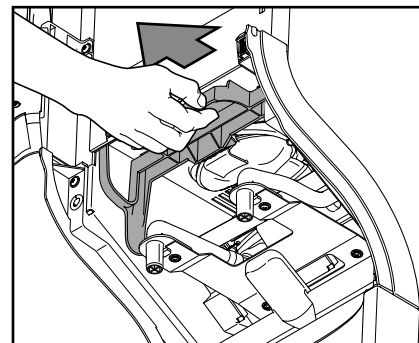

図44
- d. ロック装置を引いて、ミキシング装置全体をゆるめてください。(図44)